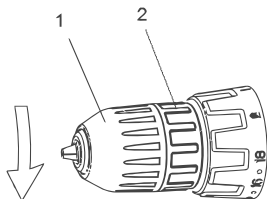

Fig. 7 – Apriete del mandril
5. *Apriete el mandril sosteniendo la parte 2, y gire en sentido horario la parte 1, según muestra la Fig. 7;*